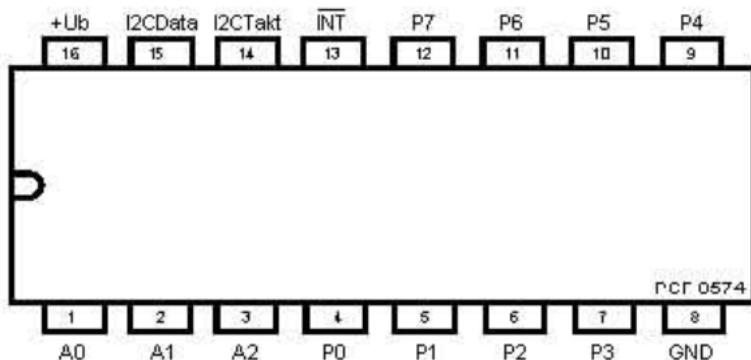
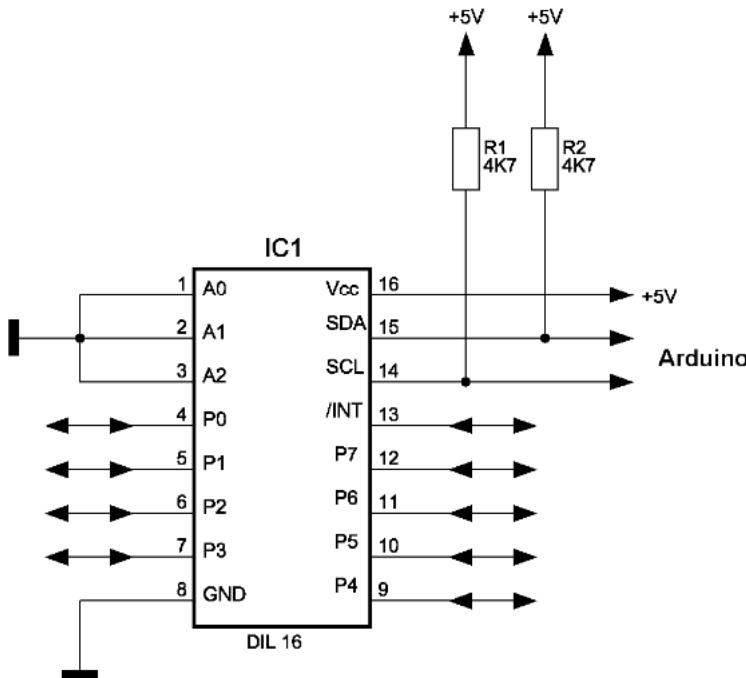

Рис. 13.1. Цоколевка расширителя порта PCF8574
Рис. 13.2. Внешние подключения к PCF8574
Если требуется большее количество портов ввода/вывода, чем плата Arduino может предоставить в распоряжение, то это можно осуществить при помощи модуля расширителя порта I²C. Популярная микросхема I²C-шины — расширитель порта PCF8574 фирмы Philips. Микросхема имеет восемь двунаправленных линий данных (рис. 13.1). При отсутствии сигнала выводы являются высокоомными, так что могут быть входами. Активное состояние всех линий низкоомное. Тем не менее, микросхема не имеет такого регистра направления передачи данных, как у микроконтроллера Arduino. Базовый адрес микросхемы — 0100 0000 (64) или Hex40. Путем адресации входов A0–A2 к шине I²C можно подключать до 8 одинаковых микросхем. Поэтому микросхема PCF8574 позволяет расширятьпорт до 64 линий. Схема внешних подключений приведена на рис. 13.2. У микросхем других изготовителей могут быть иные базовые адреса. В этом случае потребуется технический паспорт.